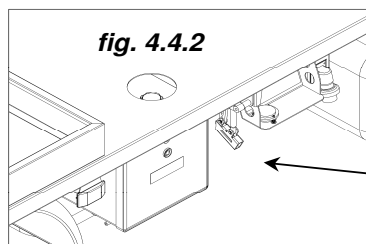

fig. 4.4.2
- introduire la poignée dans la pompe manuelle (**pos. 1 fig. 4.4.2**) située à proximité du réservoir de l'huile hydraulique..